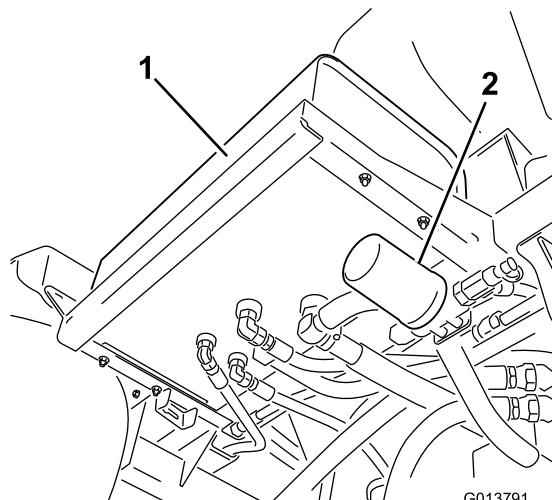
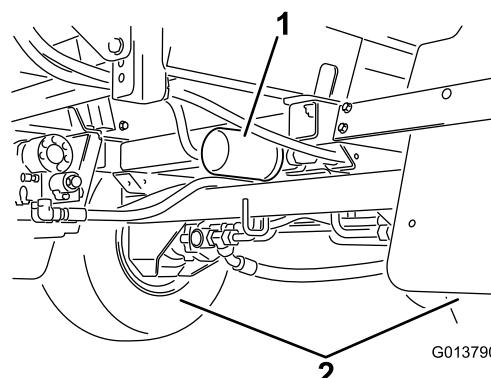

図 97
図 98
2. 車体についている2つの油圧フィルタを両方とも取り外す 図 97 と 図 98。